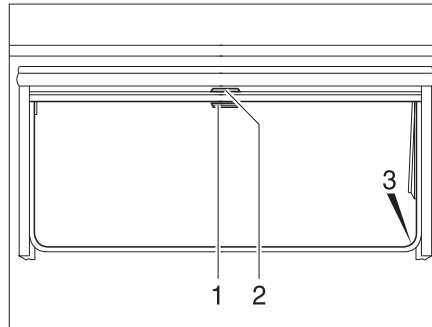

Fig. 75 Fenêtre projetante
- Tirer le store occultant vers le bas en le maintenant par la poignée (Fig. 75,2). Lorsque le store occultant est complètement fermé, l'accrocher des deux côtés du cadre de la fenêtre dans le dispositif de blocage (Fig. 75,3).
- Lorsque le store occultant est complètement fermé : Appuyer sur la poignée (Fig. 75,2) vers le bas tout en la tirant légèrement vers l'intérieur. Décrocher à droite et à gauche le store occultant du dispositif de blocage du cadre de la fenêtre.
- Si le store occultant se trouve dans une position intermédiaire : Tirer la poignée (Fig. 75,2) vers le bas jusqu'à ce que le dispositif de blocage se débloque.
- Tirer la moustiquaire par la poignée (Fig. 75,1) vers le bas et l'accrocher des deux côtés sur le cadre de la fenêtre dans le dispositif de blocage (Fig. 75,3).
- Appuyer sur la poignée (Fig. 75,1) vers le bas tout en la tirant légèrement vers l'intérieur. Décrocher à droite et à gauche la moustiquaire des dispositifs de blocage du cadre de la fenêtre.